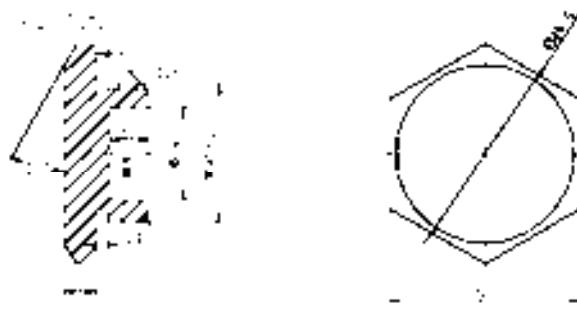

图 6-76 标注底座尺寸
本实例的绘制思路：首先标注一般尺寸，然后再标注倒角尺寸，最后标注几何公差，结果如图 6-76 所示。
9) 绘制基准符号。利用“直线”“矩形”和“多行文字”等命令绘制基准符号。最终结果如图 6-76 所示。